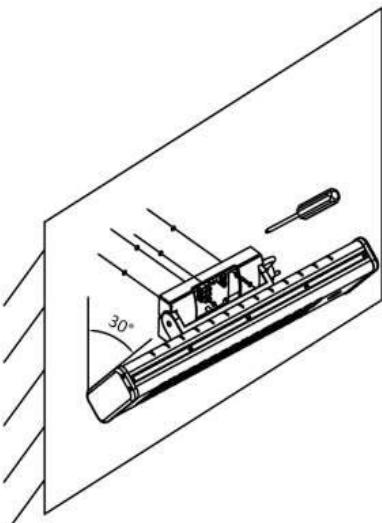

Imagen 5
- un destornillador (ver imagen 5). Se recomienda usar un destornillador corto para poder acceder con más facilidad al soporte de pared.